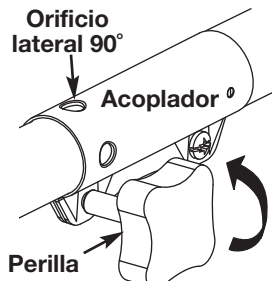
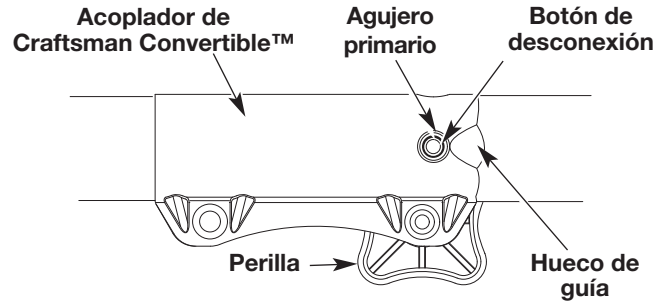

Fig. 16
Fig. 17
2. Gire la perilla en sentido antihorario para aflojarla (Fig. 16).
3. Oprima y sostenga el botón de desconexión (Fig. 17) y gírelo con firmeza 90° en cualquier dirección (según el modo en que quiere recortar el borde) (Fig. 16).
PRECAUCIÓN: Antes de operar esta unidad, cercíorese de que el botón de liberar esté completamente trabado en el agujero primario (Fig. 16), y que la perilla (Fig. 17) esté bien apretada.
3. Mientras que firmemente sostiene el accesorio, empújelo derecho en el acoplador hasta el botón liberador (Fig. 16) se encaja a presión hacia el agujero primario (Fig. 16). El agujero primario está en el lado opuesto del acoplador de la perilla (Fig. 16). La alineación del botón de desconexión con el hueco de guía facilitará la instalación (Fig. 16).
3. Oprima y sostenga el botón de desconexión (Fig. 16).